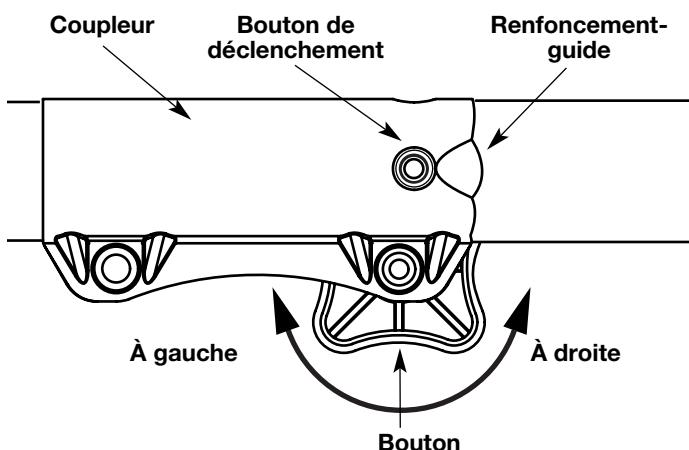

Fig. 1
2. Dévissez le bouton vers la gauche (Fig. 1).
REMARQUE : alignez le bouton de déclenchement avec le renforcement-guide pour faciliter l'installation (Fig. 1).